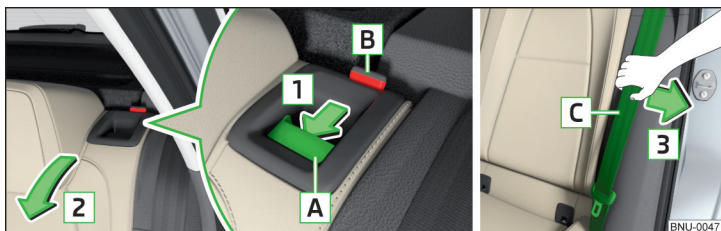

Abb. 79 Sitzlehne vorklappen / Gurt in die Öffnung in der Seitenverkleidung stecken
› Den Entriegelungsgriff **A** in Pfeilrichtung **1** drücken und die Sitzlehne in Pfeilrichtung **2** vorklappen » Abb. 79.
- › Den äußeren Sicherheitsgurt **C** zur Seitenverkleidung in Pfeilrichtung **3** ziehen » Abb. 79.